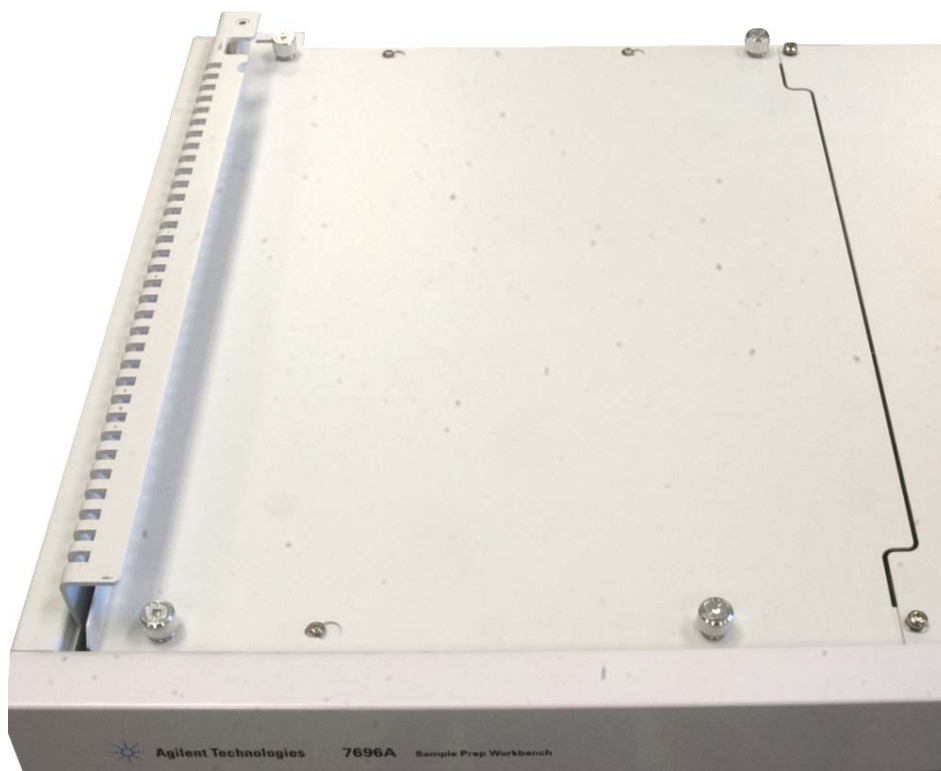

図 1 メインフレーム左上のパネルを取り外す
- 1 メインフレーム左上のパネルのつまみネジを緩めます (図 1)。